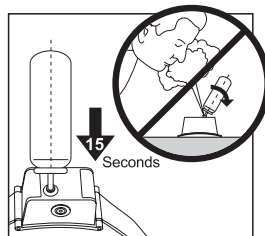

Fig. 3
2. Per prima cosa far uscire l'aria dal serbatoio premendo due volte con un cacciavite sull'apertura di ricarica (2).
3. Inserire l'ugello a spruzzo dall'alto nell'ingresso di ricarica (2) del dispositivo.
4. Per un rifornimento completo, tenere premuto l'ugello a spruzzo sull'ingresso di ricarica (2) per circa 15 secondi (Fig. 3).